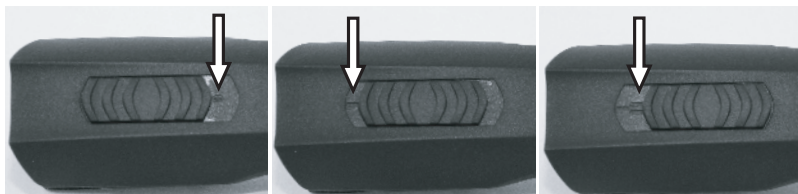

図4 スイッチOFF位置
2. バリカンのスイッチがOFFの位置(0)である事を確認してください(図4)。
1. スwitchを「0」の位置にします(図4)。